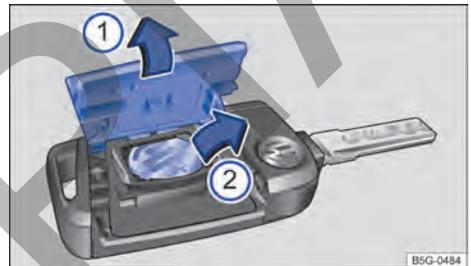

Fig. 41 Llave del vehículo: cambiar la pila de botón.
- Desprenda la tapa haciendo palanca → fig. 41 ① → ①.
- Extraiga la pila de su compartimento haciendo palanca → fig. 41 ②.
- Encaje una pila de botón nueva en el compartimento → ①.
- Presione la tapa sobre la carcasa → fig. 41 ①.